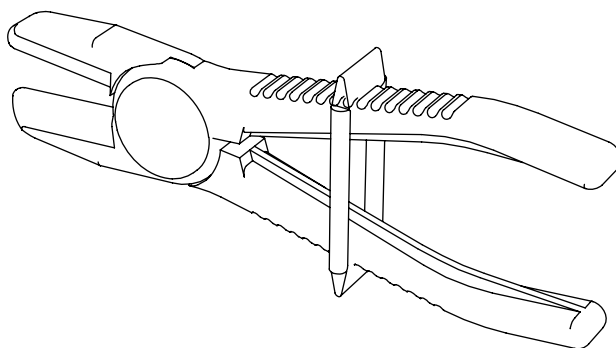

图 5.26 - 流量限制夹
5. 每个变频器的备件套件中都附带两个流量限制夹，如图 5.26 所示。
还需要两 (2) 条 $3/8$ " 的软管(包含在备件套件中), 以及在 $3/8$ " 软管中用作管塞的长度为 10 到 30 mm 的四 (4) 个 M10 螺栓(不包含)。请参阅图 5.26。M10 螺栓必须洁净。